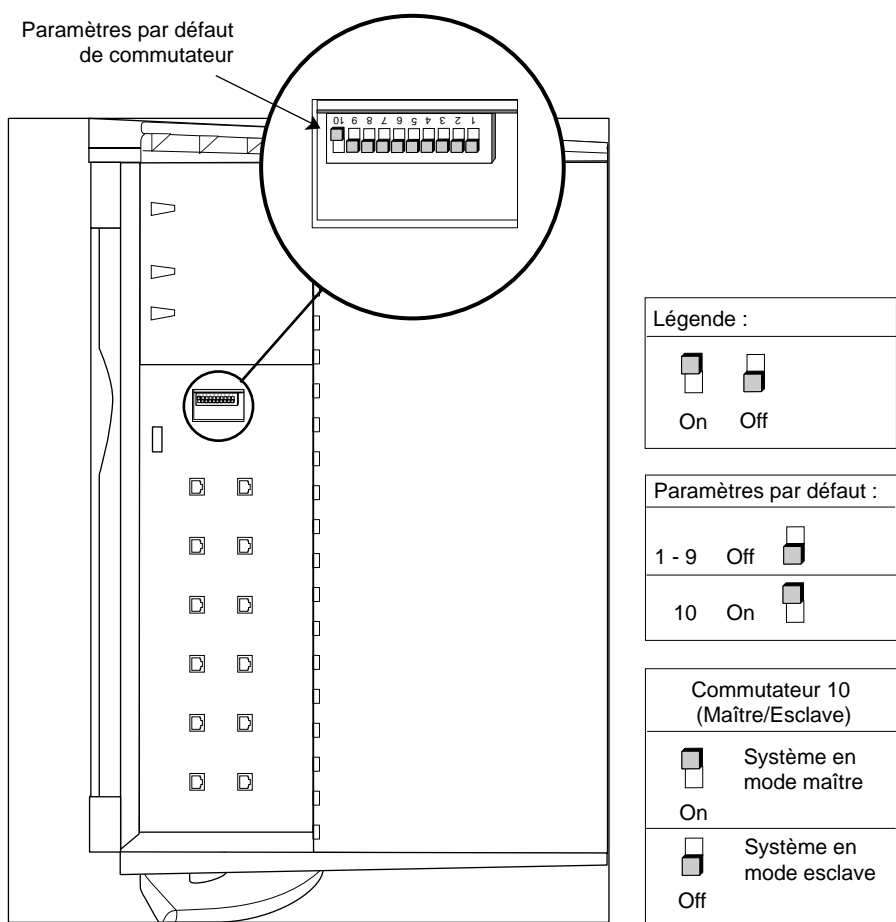

Figure 2-18 Emplacement et paramètres du commutateur DIP du MSC
3. Localisez le commutateur DIP du MSC, comme indiqué à la Figure 2-18.
4. A l'aide d'un stylo à bille ou d'un instrument semblable, faites basculer le commutateur 10 sur la position "off" (arrêt) pour placer ce module en mode esclave (voir Figure 2-18).